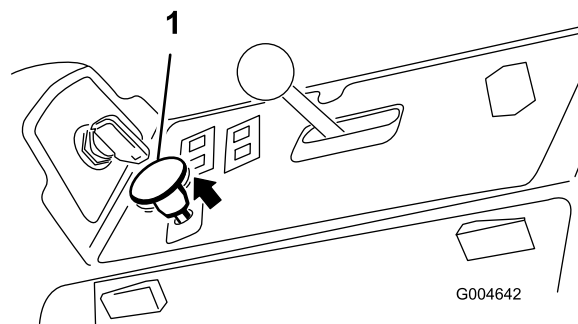

Figura 23
3. Tire del mando de la toma de fuerza para engranarla (Figura 23).